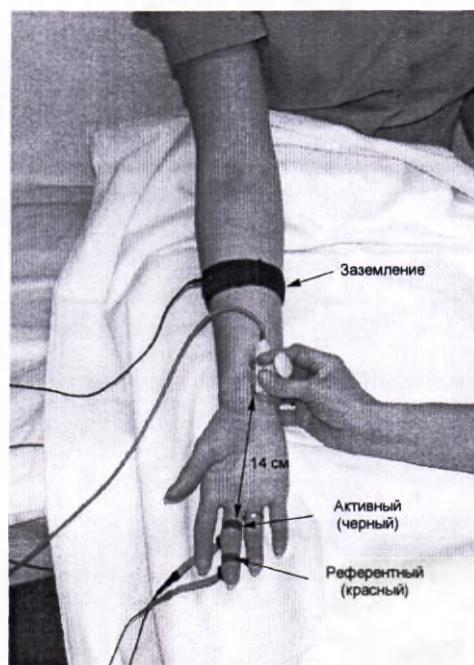

Рис. 23. Стимуляция на уровне запястья
6. Стимуляцию проводят на уровне запястья. Катод располагают на один поперечный палец выше гороховидной кости (рис. 23).